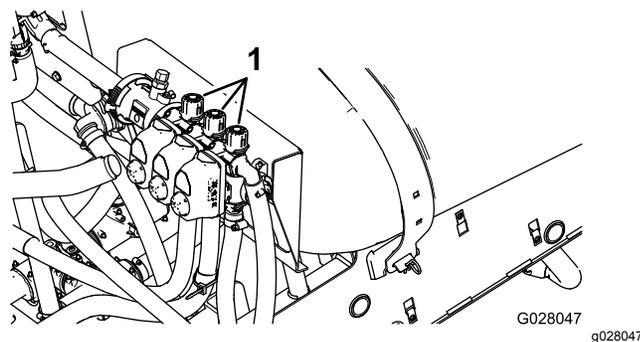

Figura 22
- Desactive la sección izquierda y ajuste el mando de desvío de la sección (Figura 22) hasta que la presión marcada coincida con el valor previamente ajustado (típicamente 2,75 bar).
- Ajuste el mando de desvío de la sección derecha (Figura 22) hasta que la presión
- Ajuste el mando de desvío de la sección central (Figura 22) hasta que la presión marcada coincida con el valor previamente ajustado (típicamente 2,75 bar).